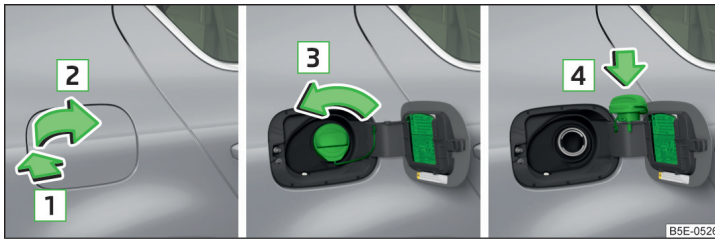

Abb. 310 Tankklappe aufklappen / Tankverschluss herausdrehen / Tankverschluss auf die Tankklappe stecken
- Auf die Tankklappe in Pfeilrichtung **1** drücken und diese in Pfeilrichtung **2** aufklappen » Abb. 310.